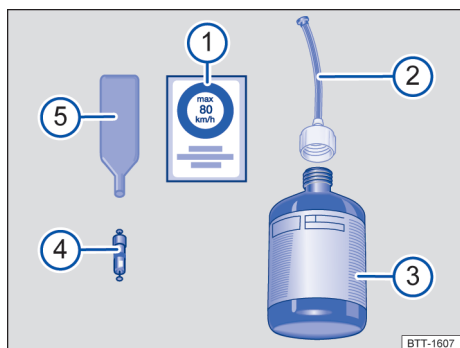

Fig. 184 Representação esquemática: Componentes do kit de reparo dos pneus.
O kit de reparo dos pneus é composto pelos seguintes componentes → Fig. 184:
→ Fig. 184 5 possui uma fenda na extremidade inferior, na qual se ajusta o elemento da válvula. Somente assim é possível remover e reinstalar o elemento da válvula do pneu. Isto também é válido para o elemento da válvula de reposição 4.
11. Colar a etiqueta adesiva → Fig. 184 ① do kit de reparo dos pneus no campo de visão do condutor no painel de instrumentos.
- Com a chave para remoção do elemento da válvula → Fig. 184 ⑤, desrosquear o elemento da válvula da válvula do pneu e colocá-lo sobre uma superfície limpa.
- Agitar a garrafa para enchimento dos pneus → Fig. 184 ③ algumas vezes com força.
- Rosquear a mangueira de enchimento → Fig. 184 ② com firmeza no sentido horário sobre a garrafa para enchimento dos pneus. A película na tampa é perfurada automaticamente.
- Remover a vedação da tampa da mangueira de enchimento → Fig. 184 ② e introduzir a extremidade aberta totalmente na válvula do pneu.
- Rosquear novamente o elemento da válvula com a chave para remoção do elemento da válvula → Fig. 184 ⑤ na válvula do pneu.